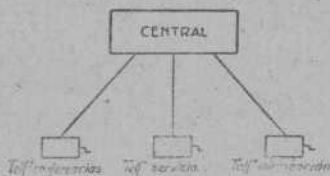

FIG. 74
**PUESTOS TELEFÓNICOS.** — Tienen por finalidad la transmisión y recepción de partes y despachos. Para ello pueden disponer de un solo aparato telefónico o de una central con teléfonos para conferencias, para el servicio y para intervención (fig. 74),